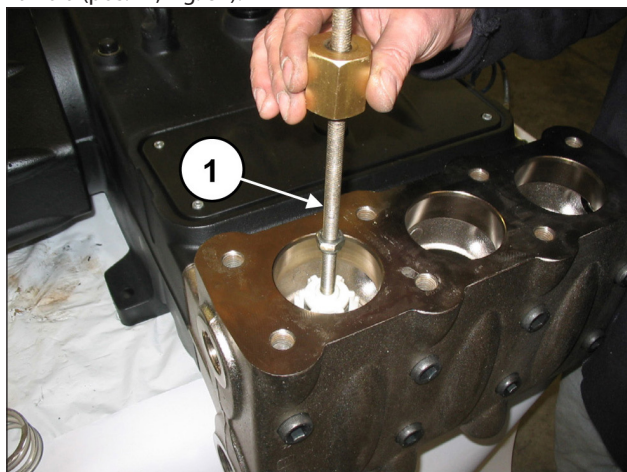

Fig. 82
Estrarre il gruppo valvola mandata mediante l'utilizzo di un estrattore a massa battente da applicare al foro M10 del guida valvola (pos. ①, Fig. 82).